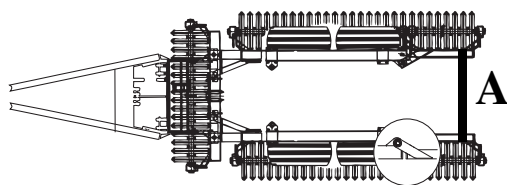

Рис. 1.11
- 6 На машинах с расширенной внешней секцией, эти секции надо закреплять натяжными ремнями или аналогичными средствами; см. на “Рис. 1.11” поз. (А).